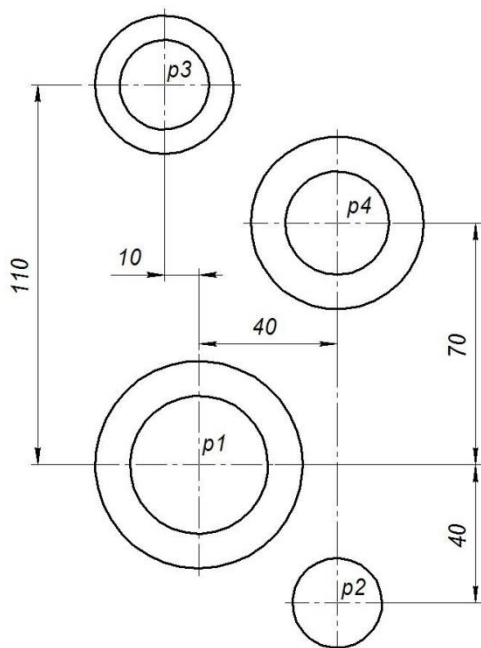

рис. 2
3. С помощью команды **Окружность** построить из одной точки с координатами в начале координат (точка **p1** на рис. 2) окружность с осевыми линиями диаметром 60 мм и окружность без осевых линий диаметром 40 мм.
4. Затем построить окружность с осевыми линиями диаметром 26 мм. Положение центра задать в точке с координатами 40, -40 (точка **p2** на рис. 2).
5. Построить из одной точки с координатами -10, 110 (точка **p3** на рис. 2) окружность с осевыми линиями диаметром 40 мм и окружность без осевых линий диаметром 30 мм.
6. Затем построить из одной точки с координатами 40, 70 (точка **p4** на рис. 2) окружность с осевыми линиями диаметром 50 мм и окружность без осевых линий диаметром 30 мм. Прервать выполнение команды **Окружность**.